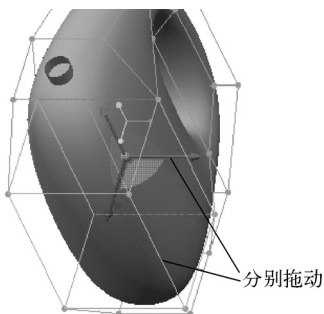

图 7-48 执行 2D 缩放
17) 拖动相应的缩放控制滑块(轴)对控制网格执行 2D 缩放, 缩放结果如图 7-48 所示, 可以明显看到瓶子的中部形成膨胀效果。